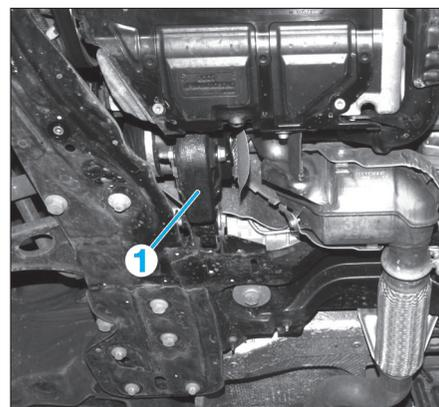

Fig. 4
- la biellette anticouple inférieure droite (1) (Fig.4),